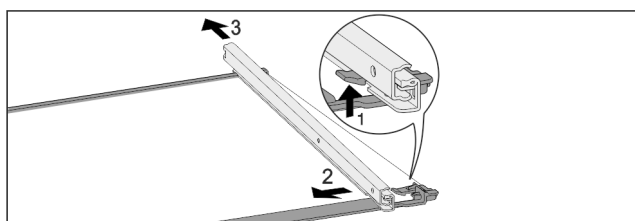

Fig. 122 Стъклена плоча с релси
- ▶ Натиснете нагоре предните фиксиращи палци. Fig. 122 (1)
- ▶ Плъзнете изтеглящата релса настрана Fig. 122 (2) и назад Fig. 122 (3).